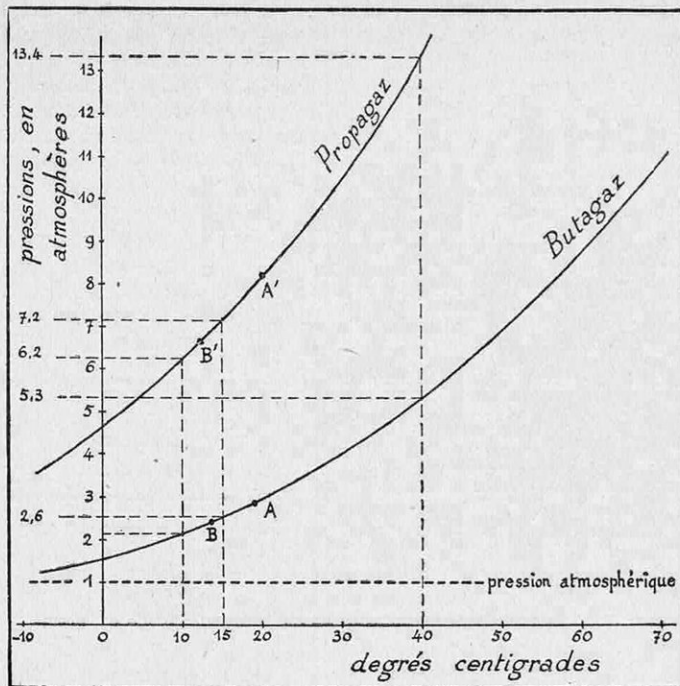

FIG. 1. — COURBES MONTRANT LES FAIBLES VALEURS DES TENSIONS DE VAPEUR DU PROPANE ET DU BUTANE AUX TEMPÉRATURES ORDINAIRES
(1) Voir aussi les courbes de la figure 1.